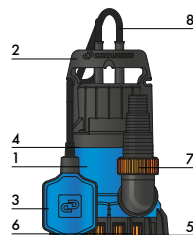

Рисунок 2
- Насос серии «ДРЕНАЖНИК» (рисунок 2) предназначен для отвода слабо загряз­ненных вод с органическими включениями размером не более 5 мм.